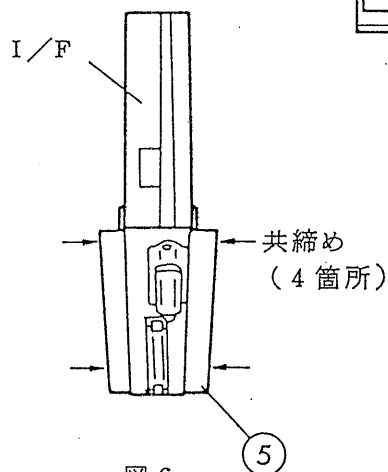

図 6
- (3) I/F アングル⑤をインターフェースに取付けます。インターフェースのネジで共締めにします。(図6)